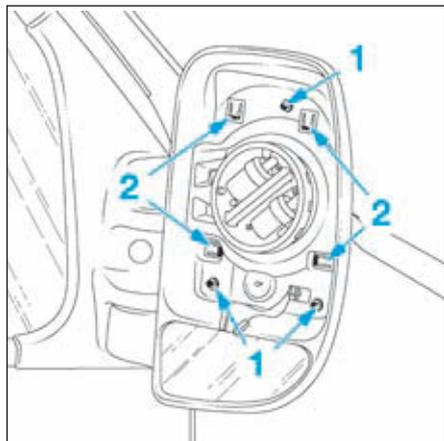

FIG.85
- Déposer les vis de fixation (1) (Fig.85).
- Ecarter les clips (2).